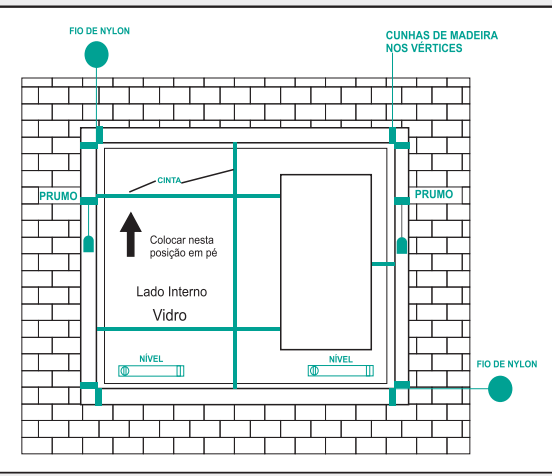

Figura 4 - Detalhe do estudo de nível.
e) Fazer a conferência de nível e prumo e alinhamento da esquadria, conforme figura 4.